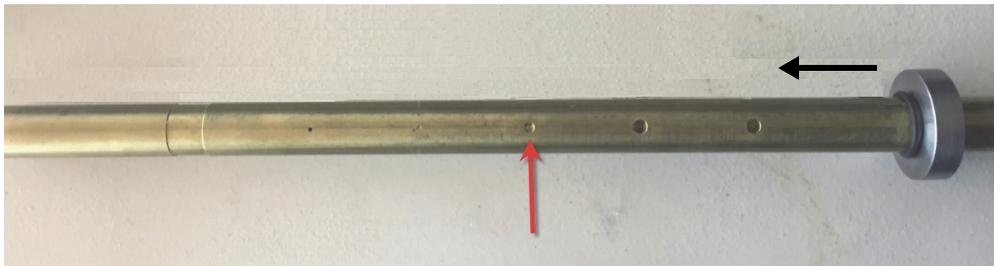

图 5-175 移动管板圆环
1. 在管件上滑动 O 形环, 以移动管板圆环。将管板圆环移动到缺陷上, 并将 O 形环挨着管板圆环放置, 以将管板圆环固定住 (参见第 235 页的图 5-175)。